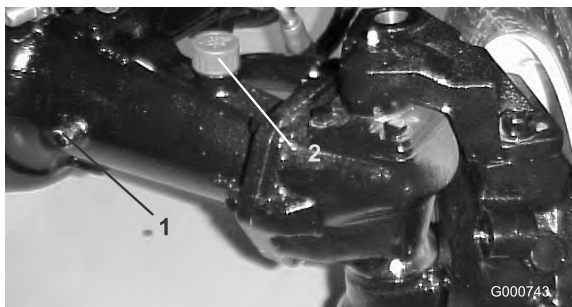

図 70
2. アクスルの一方の端部から点検用プラグ (図 70) を抜き、穴の高さまで潤滑油があることを確認する。量が不足の場合は、給油プラグ (図 70) をはずして補給する。